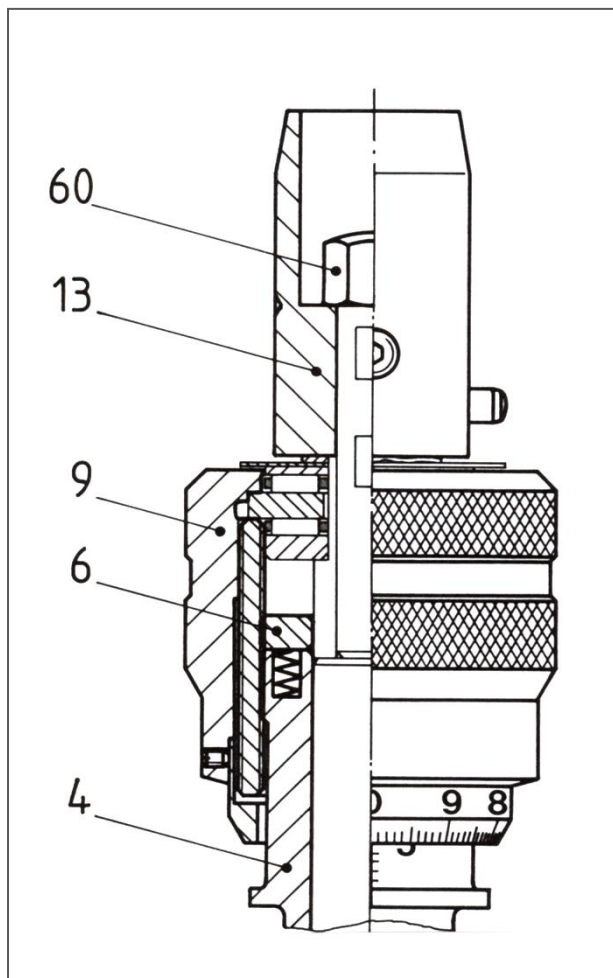

Fig. 37
Das System der Vorschubmutter kompensiert, mithilfe eines Federpakets, das Restspiel und benötigt daher kein Nachstellen (Fig. 37). Falls sich die Vorschubmutter nur streng bewegen lässt, muss das Gewinde des inneren Gewinderings gereinigt und neu eingefettet werden: Die Hutmutter (60) muss gelöst werden und der Adapter (13) entfernt werden. Nun kann die Vorschubmutter (9) von der Spindelführung (4) vorsichtig abgeschraubt werden. Ein Gewinding (6) ist nun sichtbar, der vorgespannt auf die Spindelführung montiert ist (4). Die momentane Position mit einer Anreissnadel markieren und den Gewinding (6) abheben. Den Gewinding reinigen, einfetten und um eine Position versetzt wieder aufsetzen. Schrauben Sie jetzt die Vorschubmutter (9) **unter stetem Druck** wieder auf und montieren Sie den Adapter (13).